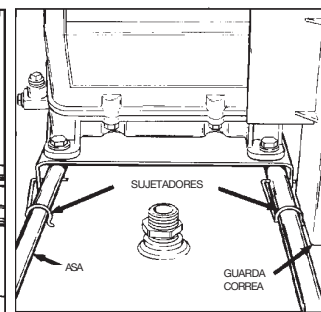

FIG. 4
3. Girar cada sujetador en el sentido del reloj y presionarlos hasta que enganchen en posición en el asa. (Fig 4).